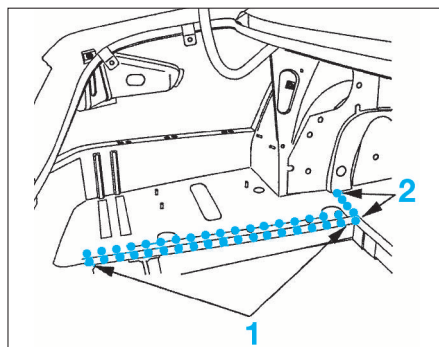

FIG. 91
- Souder à la pointeuse électrique (1) (Fig.91).